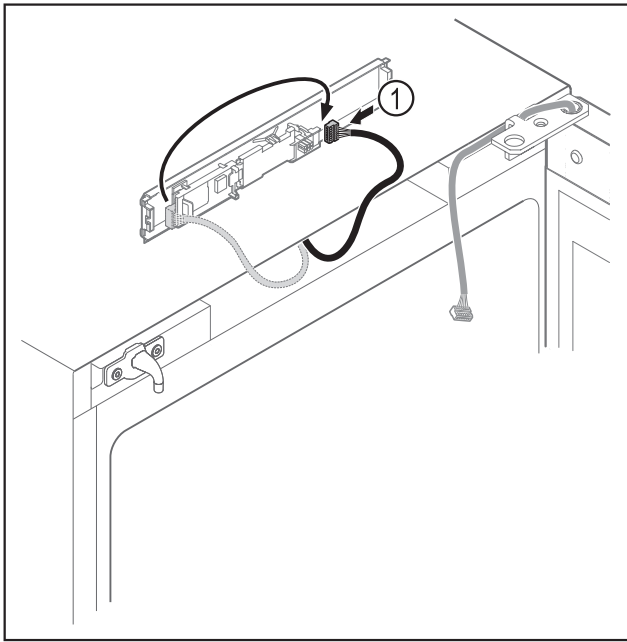

Fig. 16
- ▶ Vėl įkiškite kištuką į plokštę Fig. 16 (1).